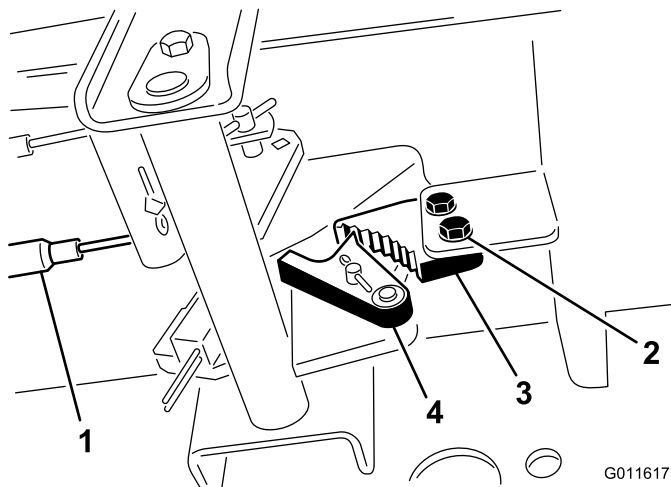

Figura 73
1. Allentate le due viti che fissano il nottolino del freno di stazionamento al telaio (Figura 73).
2. Premete in avanti il pedale del freno di stazionamento finché il fermo non s'innesca completamente nel nottolino del freno (Figura 73).